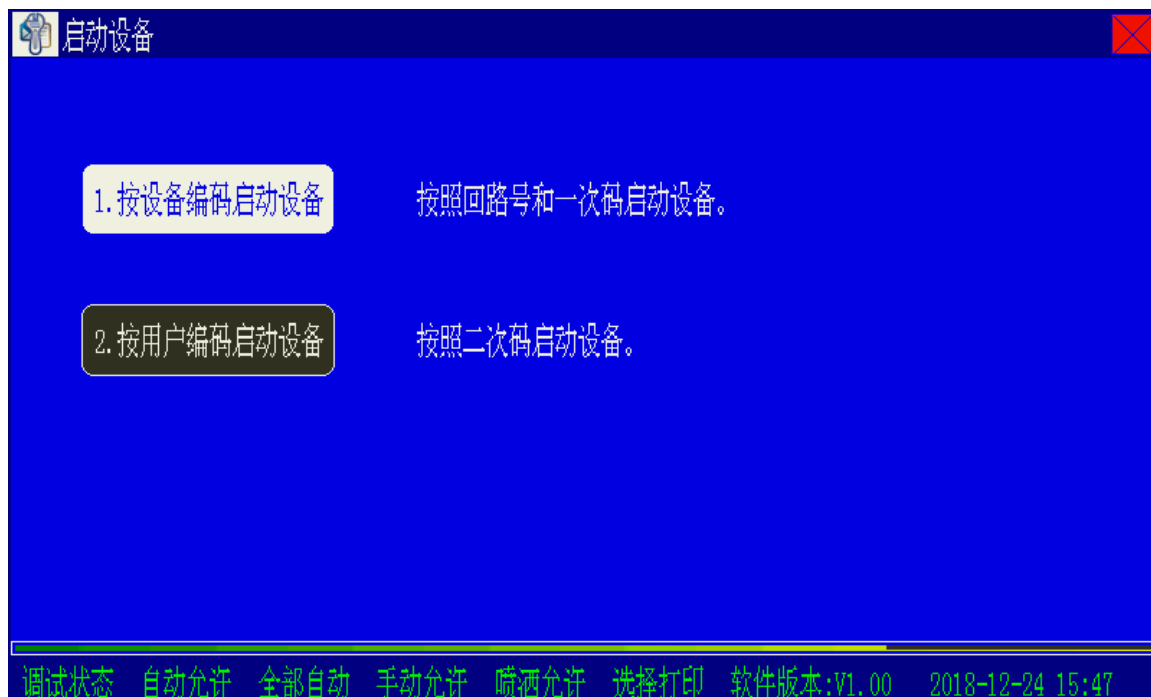
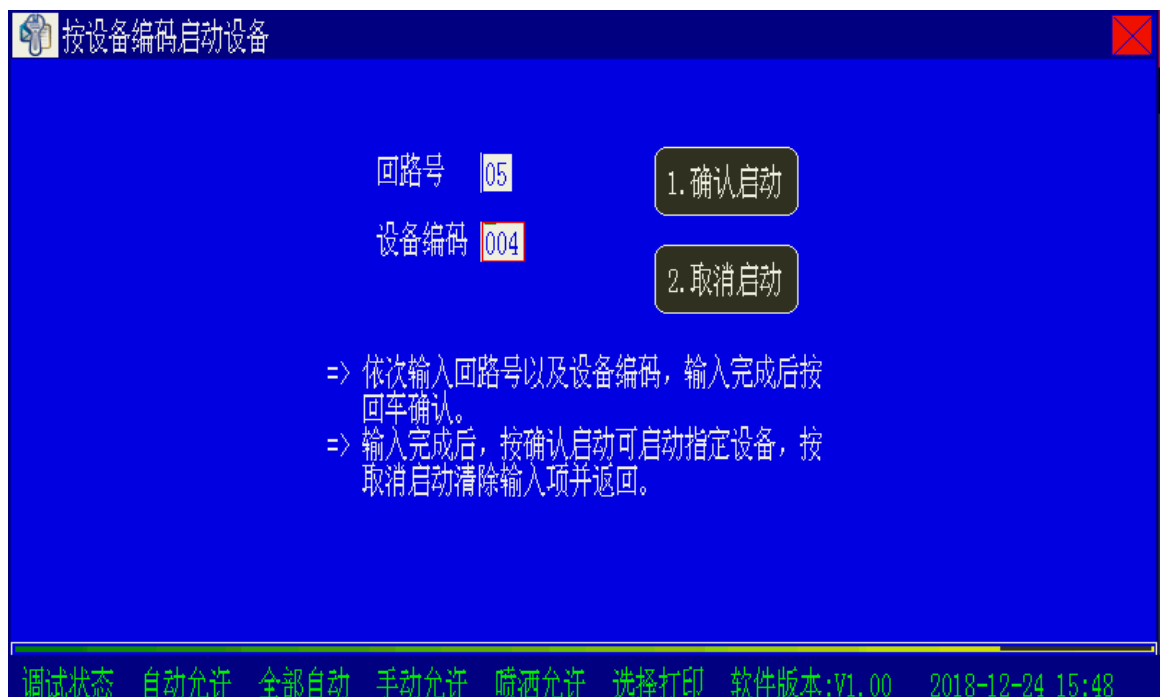

图 4-47
图 4-48
按下控制器主键盘区内的“启动键”（若控制器处于锁键状态，需输入一级密码解锁），屏幕显示如图 4-47 所示。
- 在图 4-47 界面下选择“1.按设备编码启动设备”，进入按照设备编码启动界面，如图 4-48 所示。
- 在图 4-47 界面下选择“2.按用户编码启动设备”，进入按照用户编码启动界面，如图 4-49 所示。